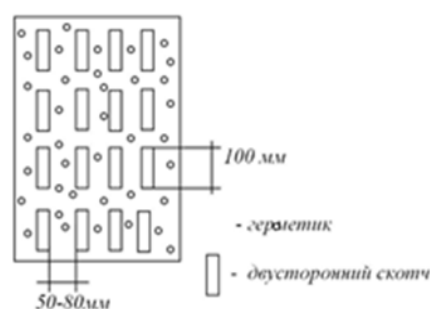

Рис. 1
6.4.2 между полосками двустороннего скотча нанести силиконовый герметик на нейтральной основе (без содержания акрила). См. рисунок 1.